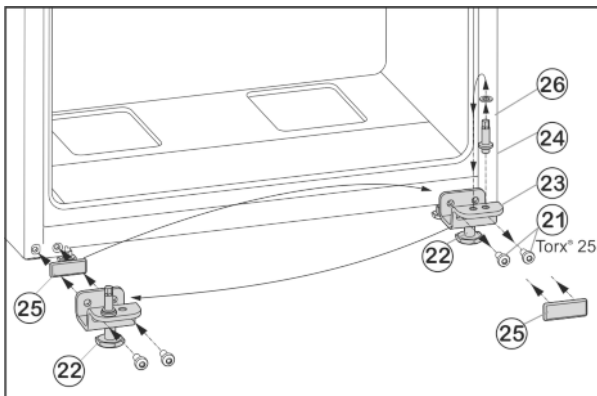

Fig. 9
- ▶ Развийте закрепващите винтове *Fig. 9 (21)*.
- ▶ Свалете долната лагерна опора *Fig. 9 (23)* заедно с лагерния болт *Fig. 9 (24)*, шайбата *Fig. 9 (26)* и крака *Fig. 9 (22)*.
- ▶ Развийте лагерния болт *Fig. 9 (24)* заедно с шайбата *Fig. 9 (26)*, поставете го в срещуположния отвор за лагерната опора и го завийте отново.
- ▶ Внимателно свалете покриващата плоча *Fig. 9 (25)* и я преместете на срещуположната страна.
- ▶ Отново завийте лагерната опора долу *Fig. 9 (23)* заедно с лагерния болт *Fig. 9 (24)*, шайбата *Fig. 9 (26)* и крака *Fig. 9 (22)* върху новата страна на пантите, евент. с помощта на акумулаторна отвертка (с 4 Nm).
- ▶ Поставете вратата отгоре върху лагерния болт *Fig. 9 (24)*.
- ▶ Развийте крака *Fig. 9 (22)* на лагерната опора долу *Fig. 9 (23)*, докато опре върху пода.